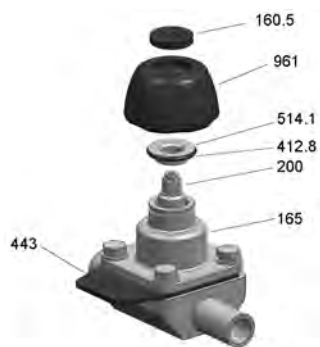

Abb. 8: SISTO-C HV.11/.21
6. Deckel 160.5 in das Handrad 961 einsetzen. Damit ist die Spindel 200 gesichert (⇒ Abb. 8) .